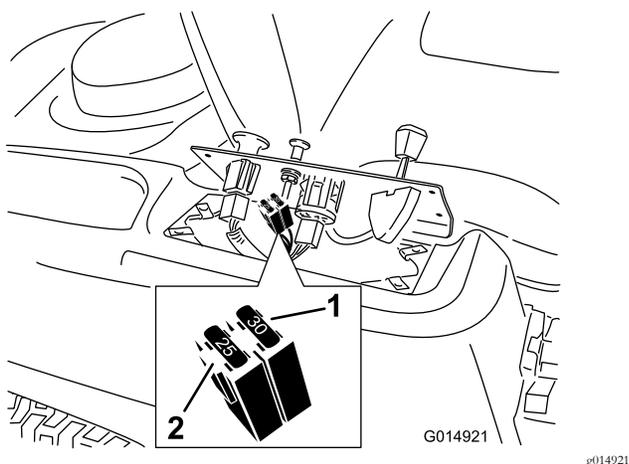

Figure 47
2. Soulevez le panneau de commande pour accéder au faisceau de câblage principal et au porte-fusibles (Figure 47).
3. Pour remplacer un fusible, tirez dessus pour l'enlever (Figure 47).